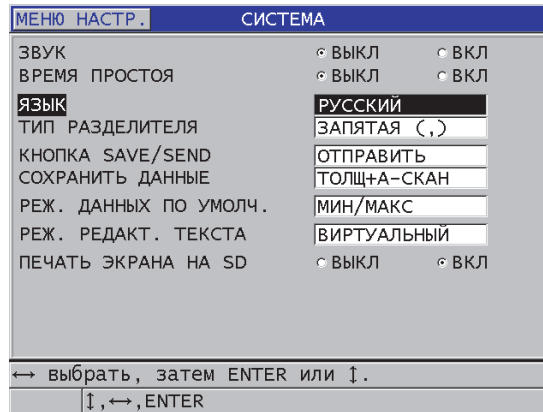

Рис. 4-1 Выбор языка пользовательского интерфейса
3. В диалоговом окне СИСТЕМА (см. Рис. 4-1 на стр. 46):